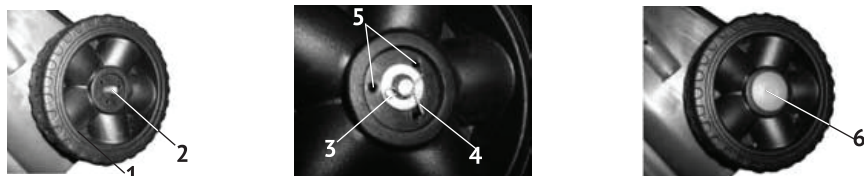

рис. 4
- 2.2.4 Установка колёс (см. рис.4):
- установить колесо (рис.4 поз.1) и шайбу (рис.4 поз.3) на ось;
- вставить в отверстие оси стопорный штифт (рис.4 поз.4) и зафиксировать им колесо;
- используя отверстия (рис.4 поз.5), закрепить на колесе колпак (рис.4 поз.6).